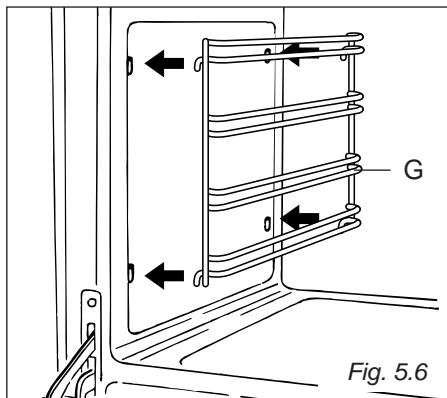

Fig. 5.6
- Cuelgue las parrillas laterales “G” en las paredes del horno (fig. 5.6).